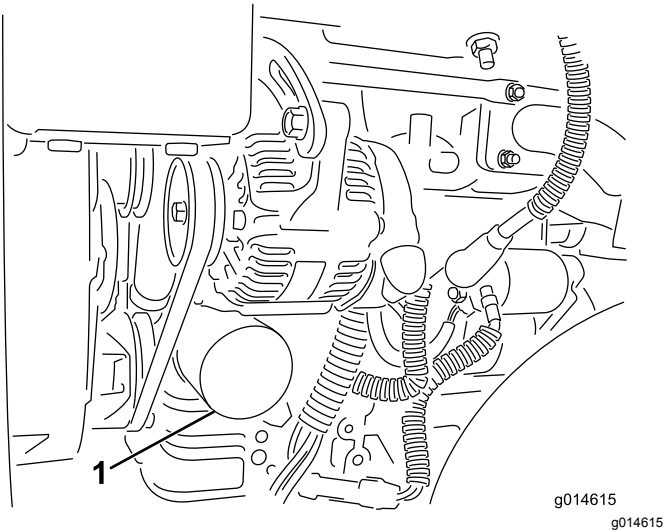

图34
2. 拆下机油滤芯图34。在新的滤芯垫片上涂上薄薄一层干净油。